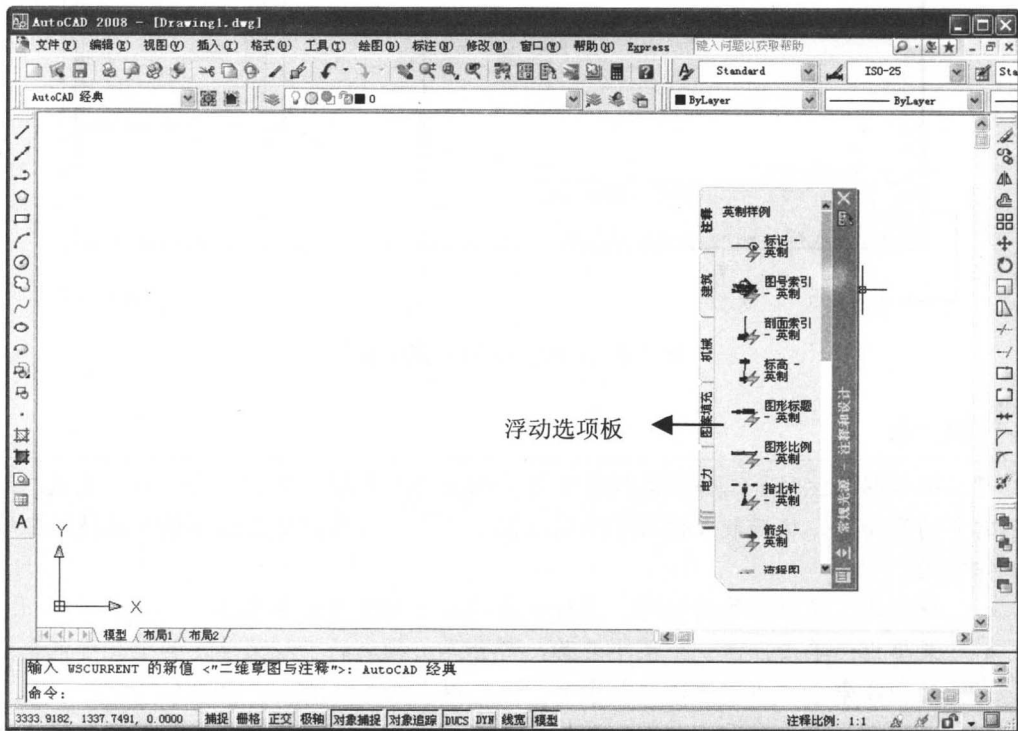

图 1.4 AutoCAD 经典工作空间操作界面
- (5) 此时操作界面如图 1.4 所示。这是 AutoCAD 经典工作空间操作界面，显示的是绘制二维图形使用最频繁的工具按钮和面板。